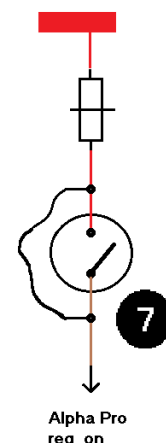

Figura 13: cavo di avviamento
2. Collegare il contatto di funzionamento del motore collegando un cavo di avviamento, vedere Figura 13.